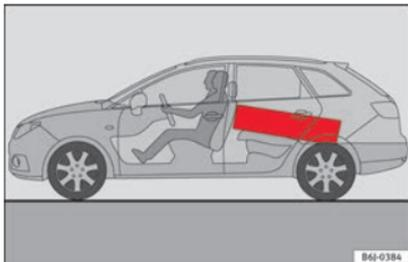

Fig. 156 Sistemare i carichi pesanti quanto più possibile in avanti.
- Gli oggetti più pesanti vanno messi, per quanto possibile, nella zona anteriore del bagagliaio » **fig. 156**.